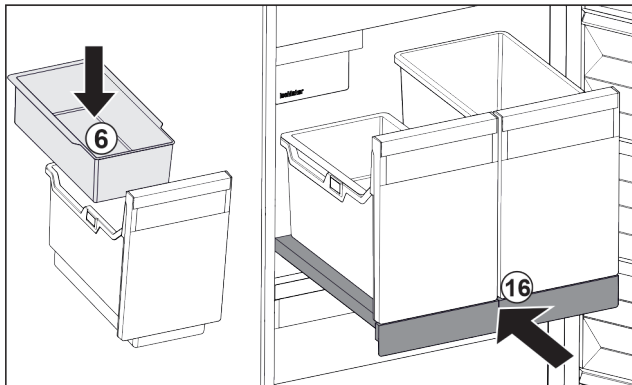

Fig. 111
- ▶ Umetnite ovjesnu posudu Fig. 111 (6) za kockice leda.
- ▶ Gurnite izvlačnu ploču sa spremnikom (IceTower). Fig. 111 (16)